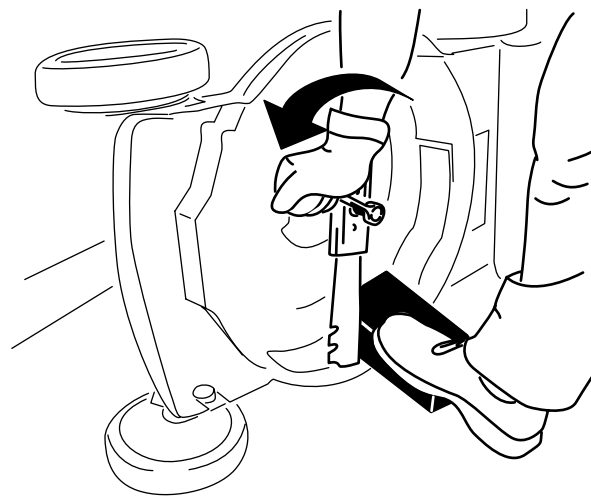

図 27
3. 角材などを使ってブレードをしっかりと保持する 図 27。
4. ブレードを取り外す。外したボルト類はすべて保管する 図 27。